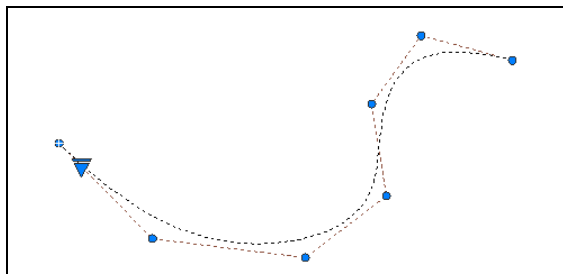

Рис. 3.93. Управляющие вершины сплайна
Если в качестве способа построения выбрать управляющие вершины (опция **УВ** (CV)), то AutoCAD будет запрашивать не определяющие точки, а вершины вспомогательной ломаной линии (рис. 3.93).